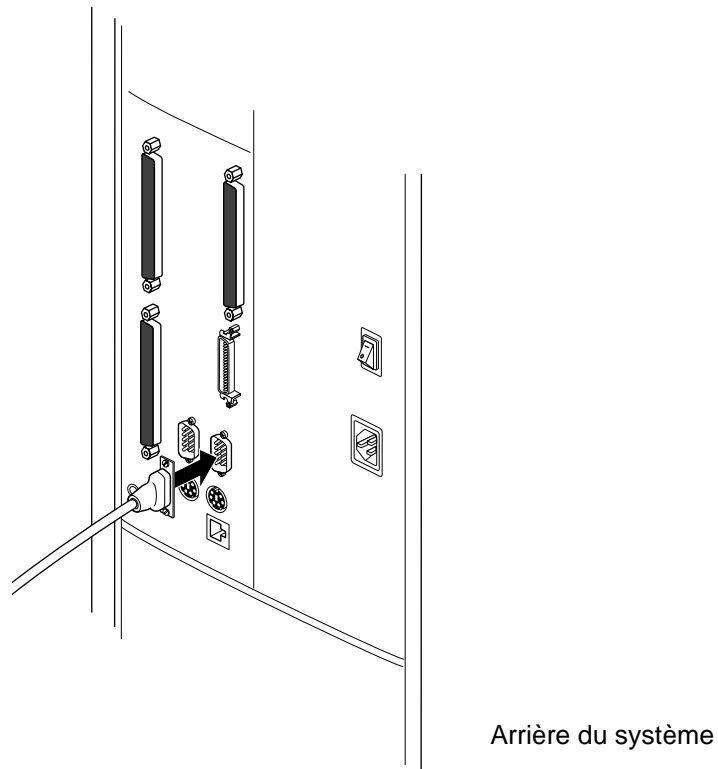

Figure 4-6 Branchement d'un câble série au port 1 du serveur Origin200
3. Branchez le connecteur DB9 au port série 1, comme illustré à la Figure 4-6.